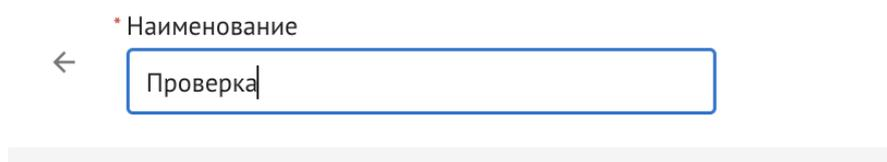

Рисунок 63. Заполнение поля “Наименование”.
4) В карточке шаблона заполнить обязательное поле “Наименование” (Рисунок 63);